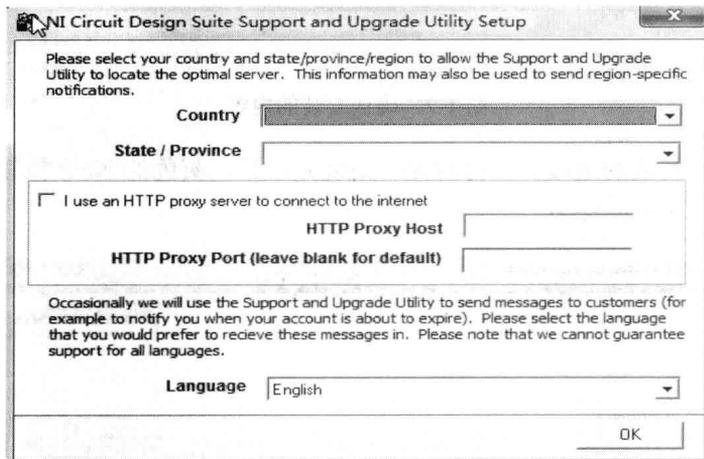
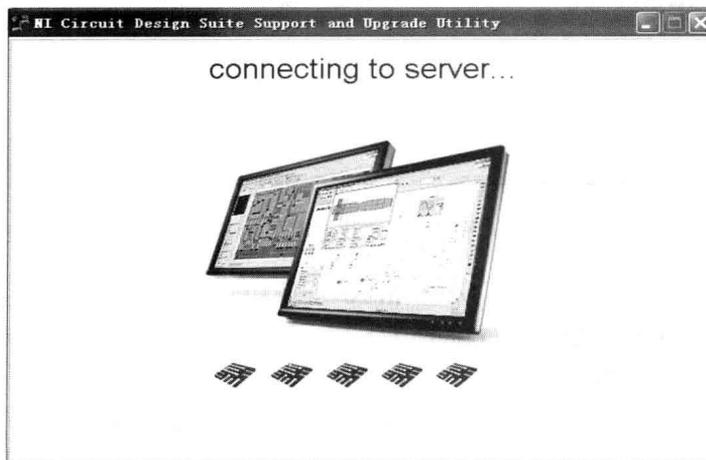

图 1-10 输入用户信息
图 1-11 连接公司网站配置
(9) 图 1-10 是配置需要输入的用户信息，包括国家 (Country)、省市 (State/Province)、网络 (HTTP)、语言 (Language) 等，输入好后单击 OK 按钮，图 1-11 是配置软件自动连接到 NI 公司网站。配置好后自动弹出安装最后一步，安装程序需要重新启动计算机，如图 1-12